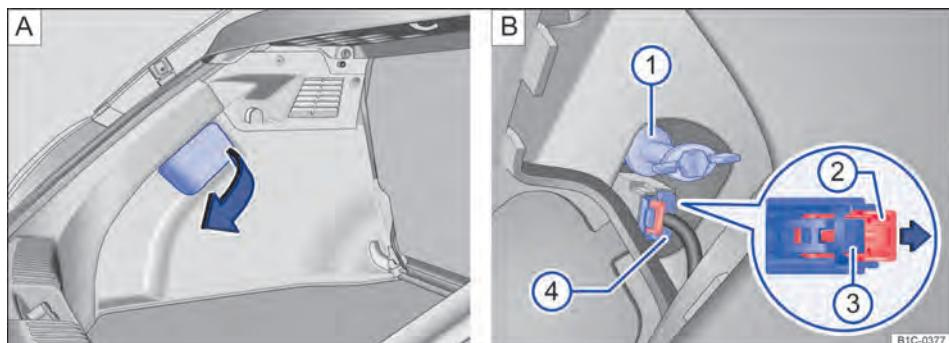

Fig. 185 A: abrir a cobertura do revestimento lateral traseiro no compartimento de bagagem. B: desinstalar a lanterna traseira.
4. Abrir a abertura do revestimento lateral traseiro ⇒ Fig. 185 A.
5. Puxar a trava vermelha ⇒ Fig. 185 B ② no sentido da seta para liberar o bloqueio do conector ⇒ Fig. 185 B ④.
6. Pressionar o travamento do conector ⇒ Fig. 185 B ③ e retirar o conector ⇒ Fig. 185 B ④.
7. Desaparafusar o parafuso de fixação da lanterna traseira ⇒ Fig. 185 B ① e retirar a lanterna cuidadosamente pra trás da traseira da carroceria.
13. Segurar a lanterna traseira na posição de montagem com uma das mãos e rosquear o parafuso de fixação com a outra mão ⇒ Fig. 185 B ①.
15. Colocar o conector ⇒ Fig. 185 B ④ no suporte das lâmpadas e pressionar a trava vermelha ⇒ Fig. 185 B ② no sentido contrário ao da seta.